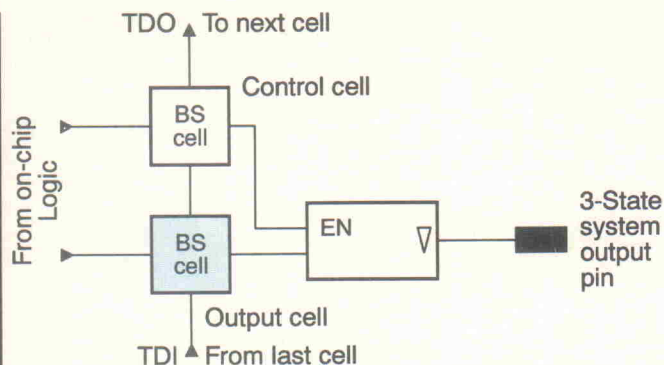

Bild 15. An einem Tristate-Ausgang ist die Zellstruktur etwas komplizierter.
– Dem Tristate-Ausgang sind zwei Registerzellen zugeordnet; die Ausgangszelle registriert den logischen Zustand, die Steuerzelle (control cell) registriert den Status (aktiv/passiv), siehe Bild 15.